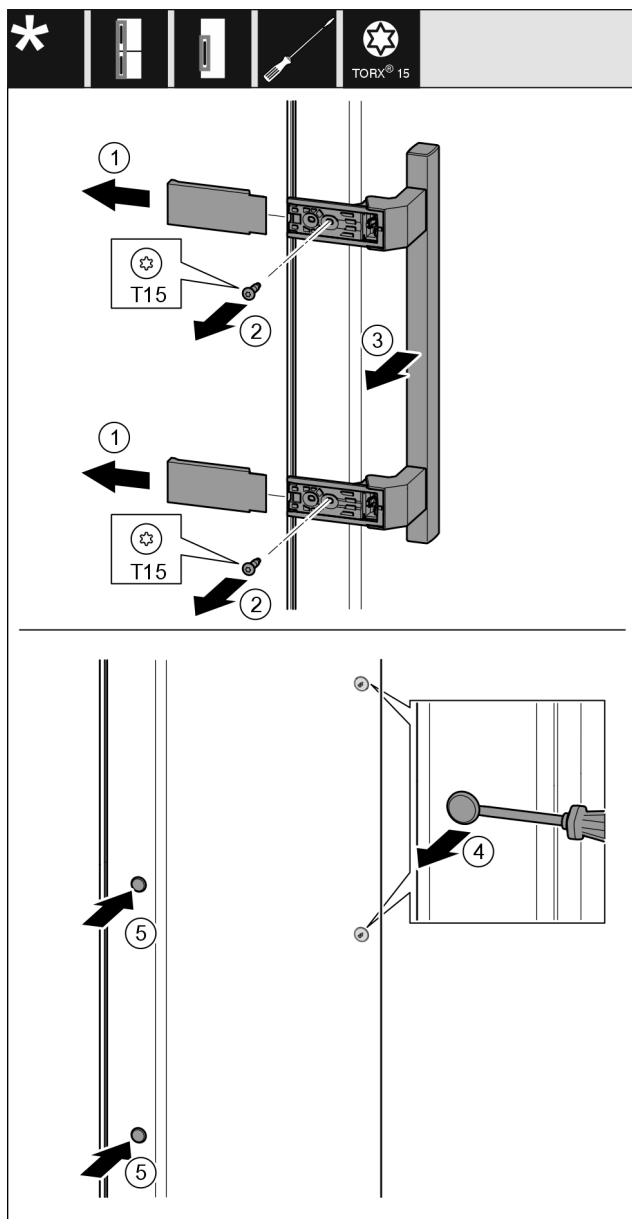

Fig. 18
- ▶ 拆下盖板 Fig. 18 (1)。
- ▶ 用螺丝刀将螺钉 Fig. 18 (2) 旋开。
- ▶ 取下把手 Fig. 18 (3)。
- ▶ 用带槽螺丝刀小心地提起侧边的堵头 Fig. 18 (4) 并将其拉出。
- ▶ 将堵头 Fig. 18 (5) 重新放入另一个侧。